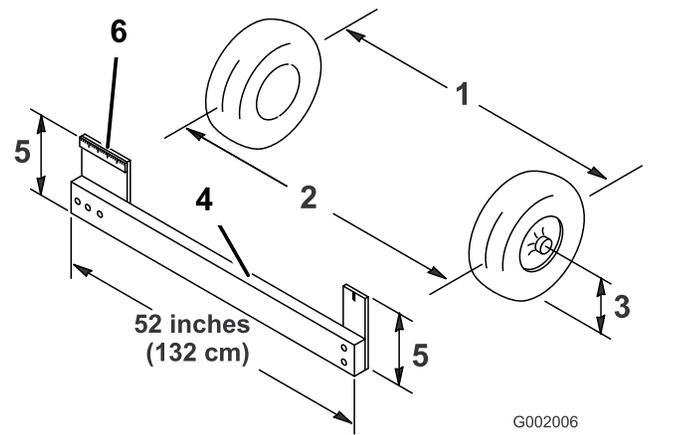

図 51
4. 前輪の前と後ろで、左右のタイヤの中央線間距離を測る計測はアクスルの高さで行う **図 51**。
**注** 前輪の後側をアクスルの高さで正しく測定するには専用測定具か整列ゲージが必要となる。前後の計測とも同じ道具を使用し、アクスルの高さで正しく測定すること **図 51**。